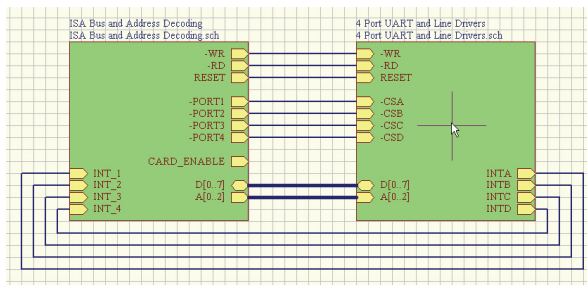

图 3-20 移动光标至方块电路
1) 选择 “Design” → “Create Sheet From Symbol” 命令。光标变成了十字形状，移动光标到方块电路 CPU 上，如图 3-20 所示。